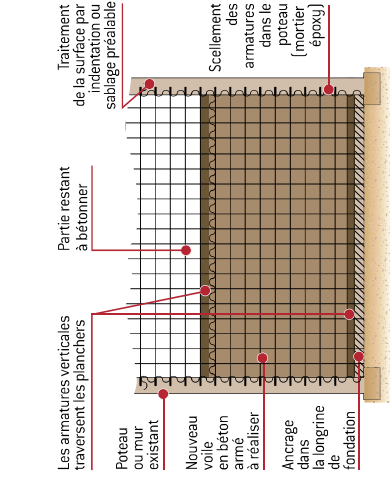
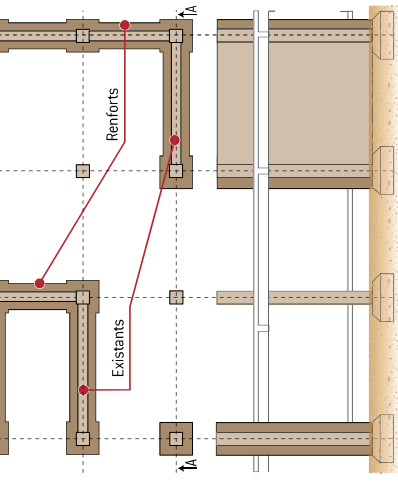

Figure 3. Exemple de renforcement du contreventement d'un bâtiment par création de murs nouveaux entre deux poteaux existants (élévation)
Figure 10. Exemple de renforcement de poteaux, murs, par chemisage en béton projeté (vue en plan et coupe AA)
Ces murs de contreventement peuvent aussi être réalisés à l'intérieur du bâtiment (fig. 3, 4, voir également fig. 10 et 11).
- Renforcement par remplissage des portiques (fig. 3 et 4).